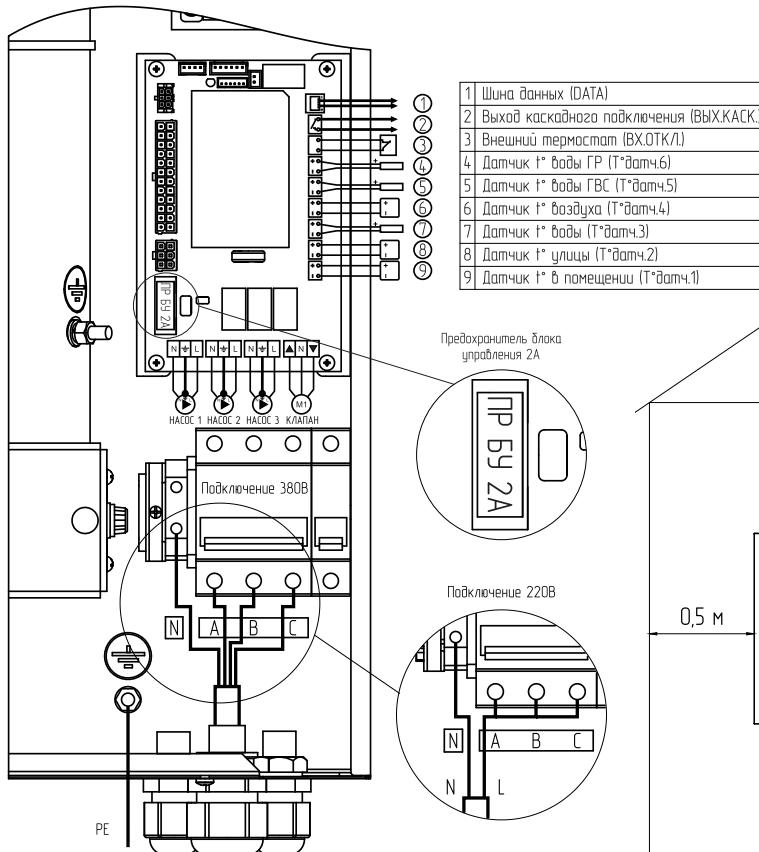

Рис.3 Схема подключения электроводонагревателя
Схема присоединения электроводонагревателя к питающей сети, датчикам температуры, циркуляционному насосу и клапану приведена на Рис.3.
- Подключить электроводонагреватель к трехфазной сети переменного тока 380 В, 50 Гц, для этого присоединить рабочий нулевой провод на клемму нейтраль (N) электроводонагревателя, фазные провода на клеммы А, В, С вводного автомата. Защитный нулевой провод (РЕ) подключить на болт «ЗАЗЕМЛЕНИЕ» (см. Рис.3);
- При питании электроводонагревателя от однофазной сети переменного тока 220 В, 50 Гц присоединить рабочий нулевой провод на клемму нейтраль (N) электроводонагревателя, а фазный на клеммы А, В, С вводного автомата, защитный нулевой провод (РЕ) должен подключаться к клемме «ЗАЗЕМЛЕНИЕ» (см. Рис.3). Для соединения клемм А, В, С вводного автомата в комплекте имеется специальная перемычка (только для ZOTA «Solid»-4,5; ZOTA «Solid»-6; ZOTA «Solid»-7,5; ZOTA «Solid»-9), которая устанавливается на вводных клеммах автомата (см. Рис.3);
- Присоединить датчики температуры воздуха помещения ($t_{датч1}$) и на улице ($t_{датч2}$) к колодкам на блоке управления, проводом с сечением не менее 0,5 кв.мм и длиной до 20 м как показано на Рис.3. Необходимо строго соблюдать полярность, обозначенную на схеме при подключении датчиков температуры. Маркировка проводов датчиков температуры воздуха: красный (+), синий (-).
- Присоединить провода (L, N, заземление) от насосов к соответствующим контактам на клеммной колодке котла как показано на Рис.3. Мощность, потребляемая каждым насосом не должна превышать 200 Вт.
- При необходимости присоединить провода (откр_общ_закр) от двигателя трехходового смешивающего клапана к соответствующим контактам на клеммной колодке котла как показано на Рис.3. Мощность двигателя привода не должна превышать 20 Вт при напряжении ~ 220 В.